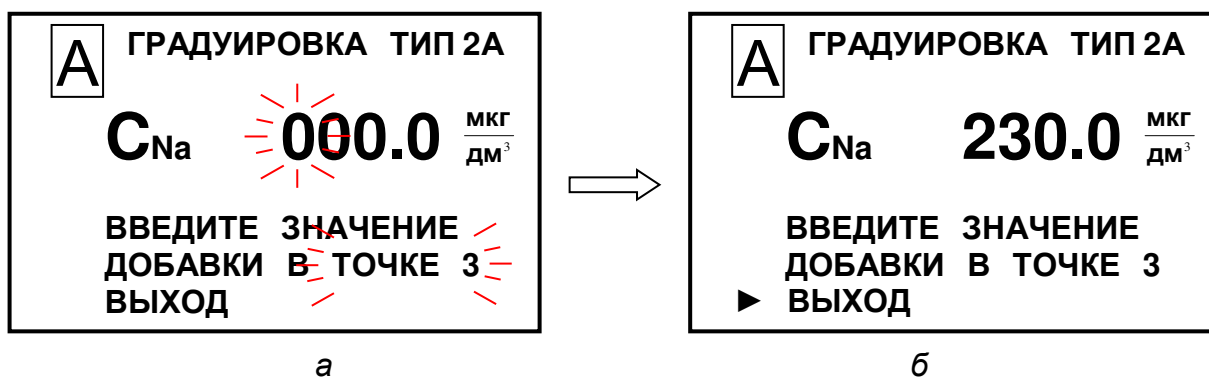

Рисунок 3.28
- 26 Ввести на экране (рисунок 3.28а) значение 230 мкг/дм³.
27 Установить маркер «►» на строку **ВЫХОД** (рисунок 3.28б) и нажать кнопку « $\frac{\text{МЕНЮ}}{\text{ВВОД}}$ ». Появится экран в соответствии с рисунком 3.29а.